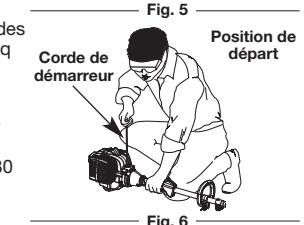

Fig. 6
AVERTISSEMENT : évitez tout démarrage accidentel. Tenez-vous en position de démarrage lorsque vous tirez sur la corde de démarrage (Fig. 6). L'opérateur et l'appareil doivent tous deux être en position stable pour éviter des blessures graves.
- Accroupissez-vous en position de démarrage (Fig. 6). Appuyez sur le verrouillage des gaz et appuyez sur le levier de contrôle des gaz. Tirez vivement le lanceur à cinq reprises.